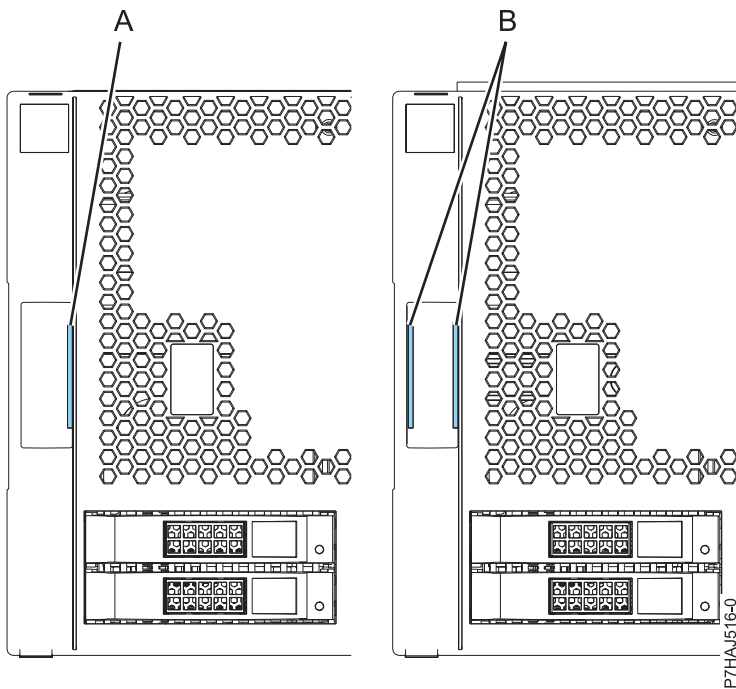

Figure 9. Identification des anciens et des nouveaux capots
Remarque : Les anciens capots (expédiés avant le 1er mars 2011) sont reconnaissables à la bande bleue unique (A) située sur les taquets du capot. Les nouveaux capots possèdent deux bandes bleues (B). Voir figure 9, à la page 26.